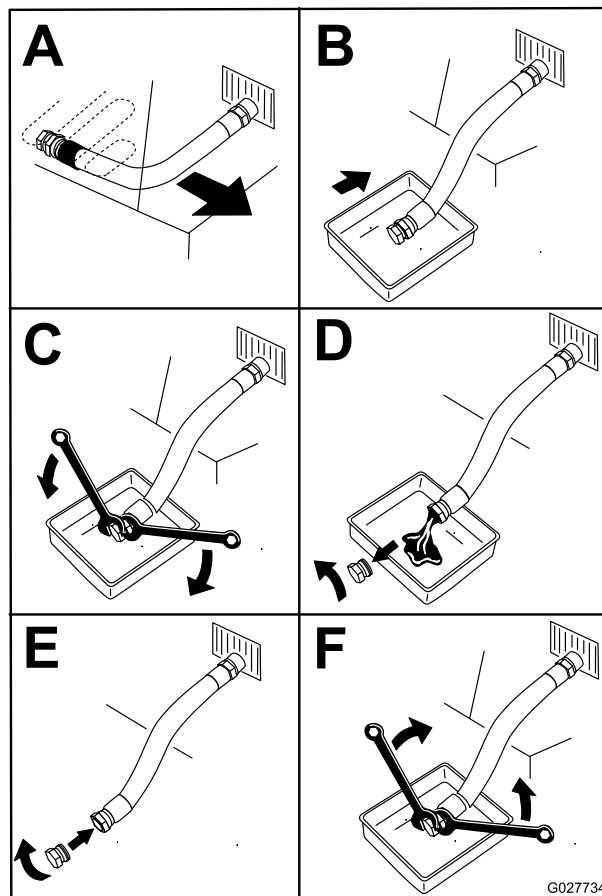

Figure 46
3. Avant de quitter la position d'utilisation, coupez le moteur, enlevez la clé de contact et attendez l'arrêt complet de toutes les pièces mobiles (Figure 46).